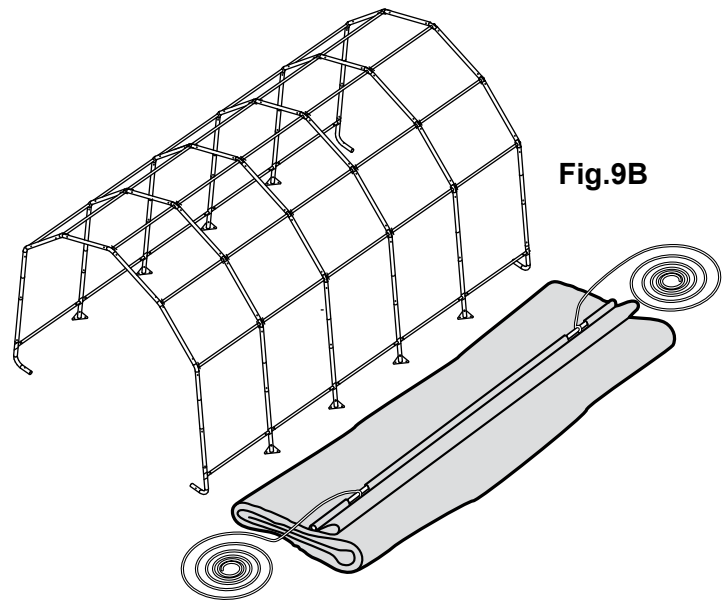

Fig.9B
B. Repliez le côté le plus proche de l'armature, de sorte que le fourreau pour tuyau soit accessible. Insérez un tuyau de toile à la première nervure centrale à partir de l'avant et à la première nervure centrale à partir de l'arrière, de sorte que les deux extrémités du tuyau soient insérées dans le fourreau et que le centre du tuyau soit exposé. Pour un abri allongé, il pourrait s'avérer nécessaire d'utiliser des tuyaux additionnels au centre (fig. 9B).